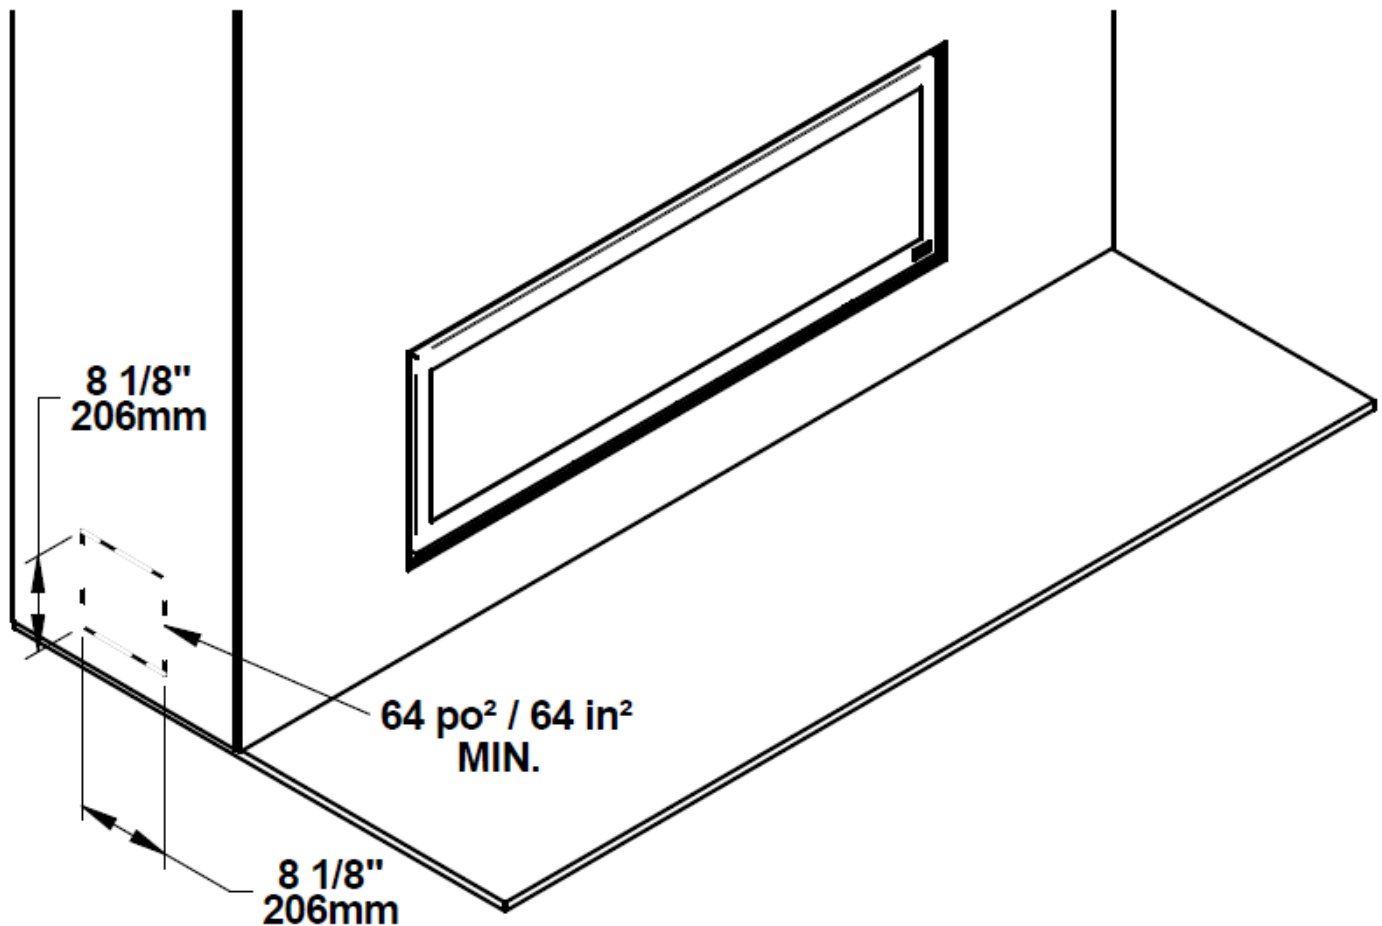

Figure 4 : Emplacement de l'admission d'air avec la grille fournie (B)
1. Faire un trou dans le revêtement selon les dimensions montrées sur la Figure 4.